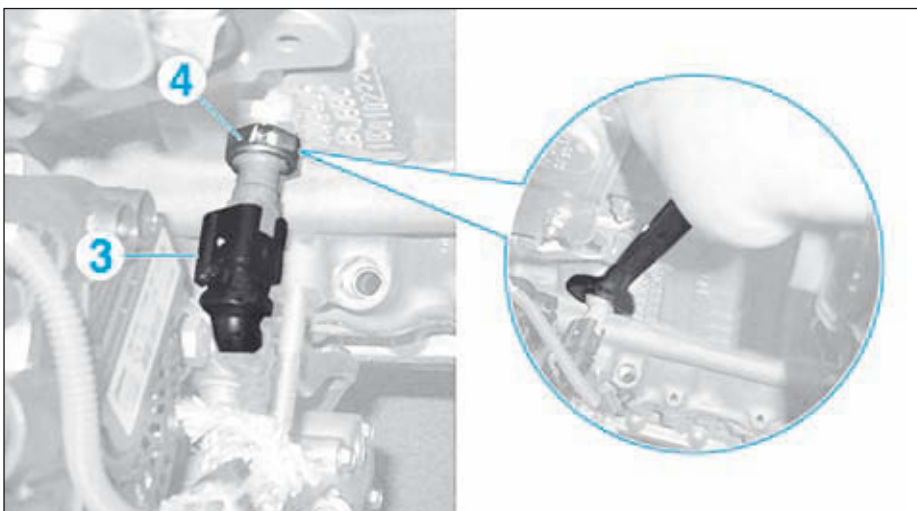

FIG.17
- Débrancher le connecteur (3) (Fig.17).
- Déposer le manomètre de pression d'huile (4).